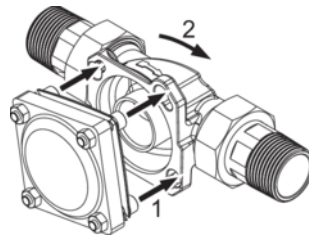

Abb. 5: Schrauben durchführen und einrasten - Befestigungsprinzip
3. Den Einbaudrehflansch JQE ohne Rohrstützen an den geräteseitigen Anschlussflansch ansetzen und die Schraubenköpfe durch die Bajonettbohrungen des Einbaudrehflanschs führen (Befestigungsprinzip siehe Abbildung 5).
4. Den am Anschlussflansch der Geräterückseite hängenden Einbaudrehflansch JQE leicht **im** Uhrzeigersinn drehen, um die Schrauben in den Bohrungen des Einbaudrehflanschs einzurasten (Befestigungsprinzip siehe Abbildung 5).